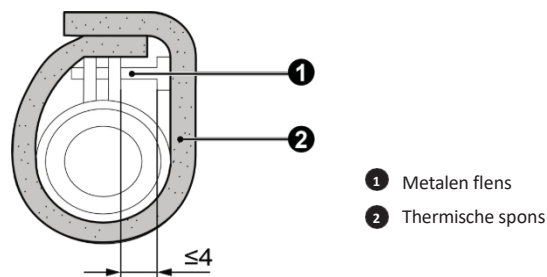

Fig. 4.10
- ② Draai de klem vast en zorg ervoor dat de afstand tussen de moer en de slang minder dan 4 mm bedraagt.
- ① metalen klem (accessoire) ② afvoerslang (accessoire) ③ grijze tape (accessoire)
- ③ Gebruik de afdichtingsplaat om de klem en de buis te isoleren, zie afb. 4.10.
- ① metalen klem (accessoire) ② thermische spons (accessoire)